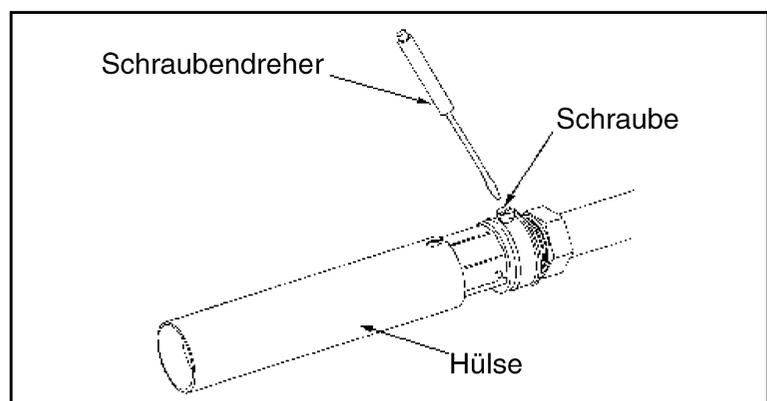

Abbildung 6-5. Entfernen des Schreibkopfs aus seiner Hülse
3. Finden Sie die Befestigungsschraube für die Schreibkopfhülse. (Siehe Abbildung 6-5. Entfernen des Schreibkopfs aus seiner Hülse).